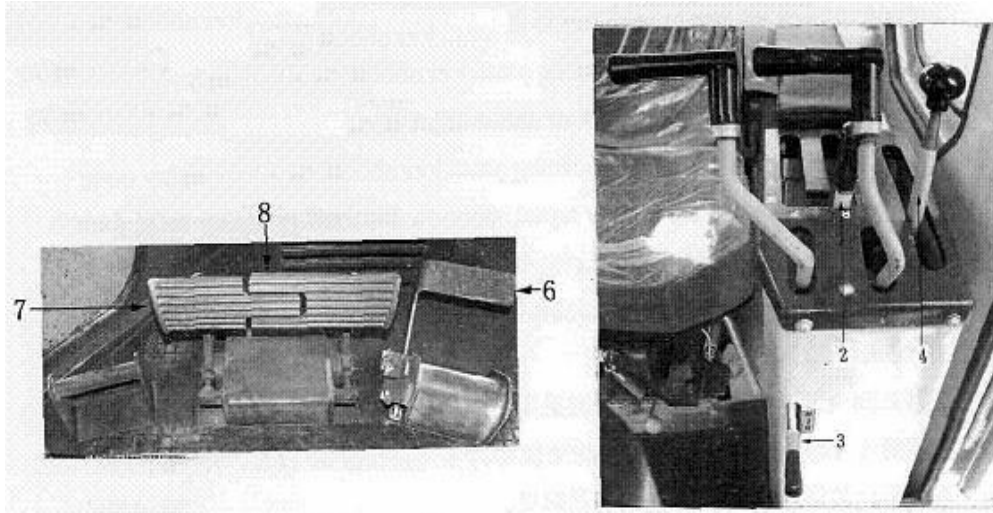

Рис. 15
1. Перед запуском двигателя необходимо (Рис. 15.)
Тема 3.3. Переключение скоростей (Рис. 15)